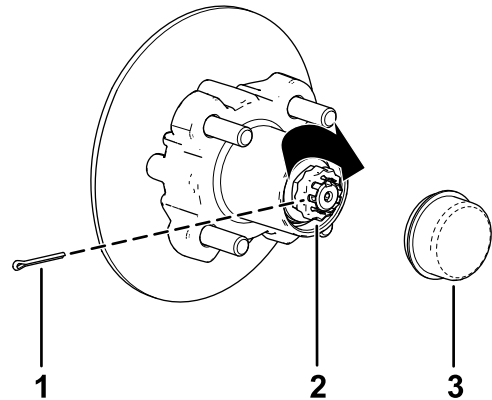

Bild 37
8. Befestigen Sie den Halter über der Mutter und prüfen Sie die Ausfluchtung des Schlitzes im Halter und dem Loch in der Spindel für den Splint (**Bild 37**).
9. Setzen Sie den Splint ein und biegen Sie jeden Abschnitt um den Halter (**Bild 37**).
10. Setzen Sie den Staubdeckel auf die Radnabe (**Bild 37**).